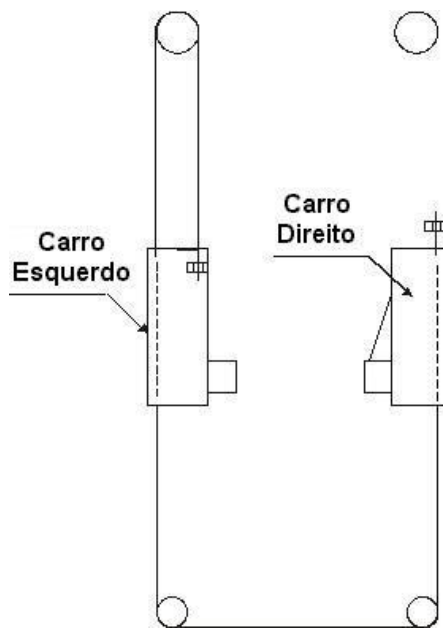

Figura 11
3. Posicione o primeiro cabo de aço conforme a Figura 11, passando-o pelas roldanas inferiores e pela roldana superior. Passe-o pelo furo do carro e coloque as porcas na extremidade do cabo.